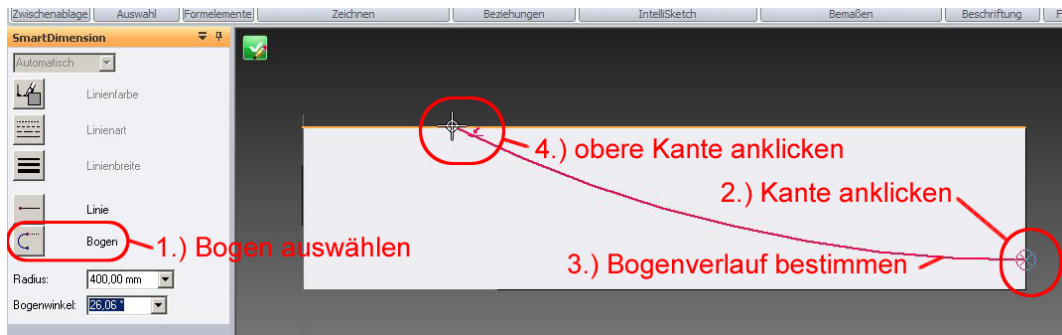

Abb. 26 Tangentenbogen zeichnen
43. Klicken Sie im Feld **-SmartDimension-** auf die Schaltfläche **-Bogen-** (Abb. 26 1).
44. Gehen Sie mit der Maus auf die rechte, senkrechte Kante Ihres Blocks und klicken Sie, wenn das Beziehungssymbol für den Punkt auf der Linie sichtbar ist. (Abb. 26 2).
45. Bewegen Sie die Maus zunächst nach links, um den Verlauf des Tangentenbogens zu bestimmen. (Abb. 26 3).
46. Bewegen Sie die Maus weiter nach oben und klicken Sie auf die obere Kante des Blocks, wenn das Beziehungssymbol sichtbar ist. (Abb. 26 4).